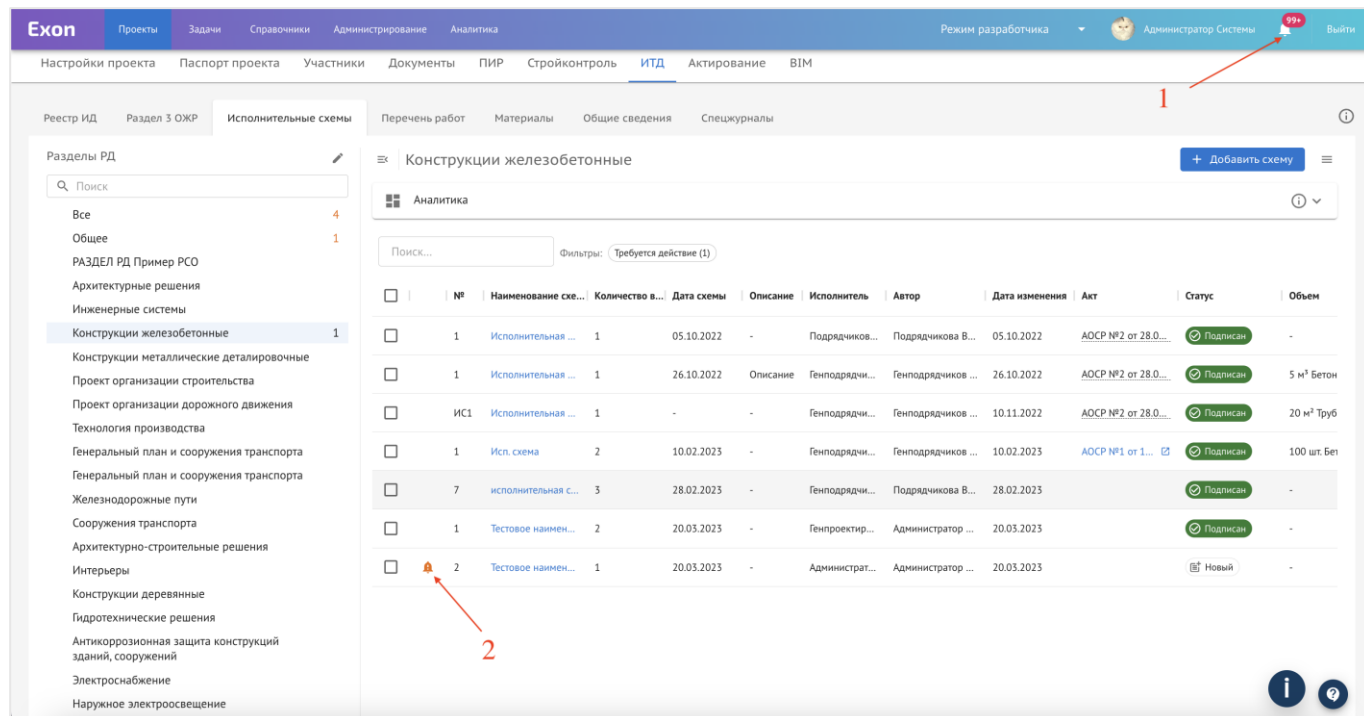

Рис. 46 – Реестр ИС
При поступлении исполнительной схемы на согласовании, появится соответствующее уведомление в системе (1) и в реестре, напротив документа, отобразится «колокольчик» (2), который означает, что документ требует действия. При завершении маршрута согласования ИС, инициатору поступит уведомлении (2) о завершении маршрута (рис. 46).